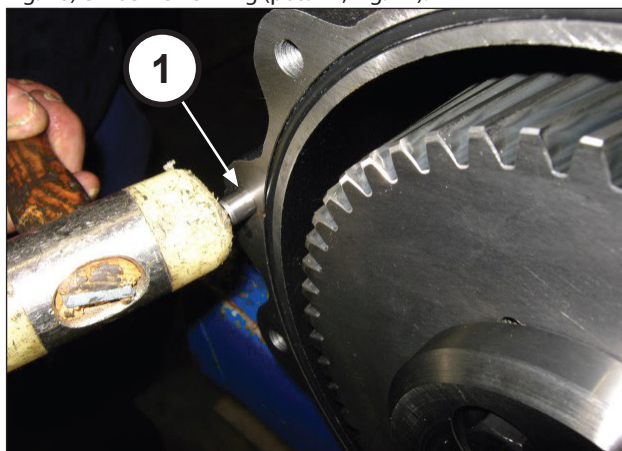
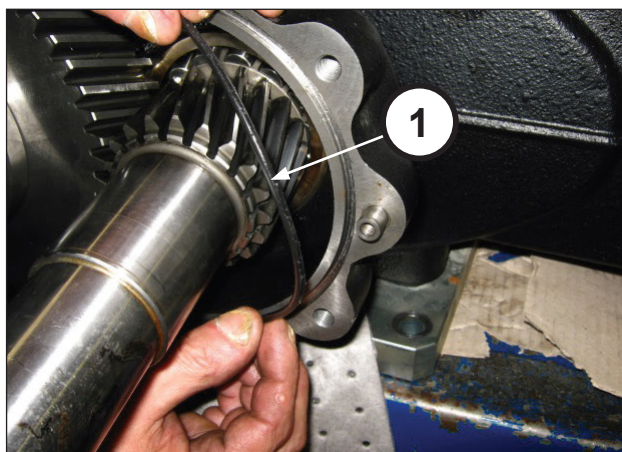

Fig. 76
Fig. 77
Applicare le n.2 spine Ø10x24 alla scatola riduttore (pos. ①, Fig. 76) e inserire l'O-Ring (pos. ①, Fig. 77).